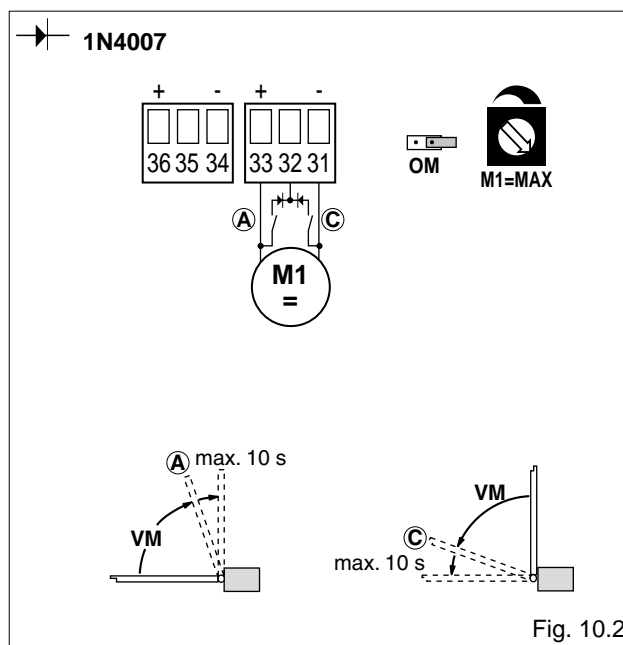

Fig. 10.2
- (Fig. 10.2) Utilisation avec fin de course de ralentissement